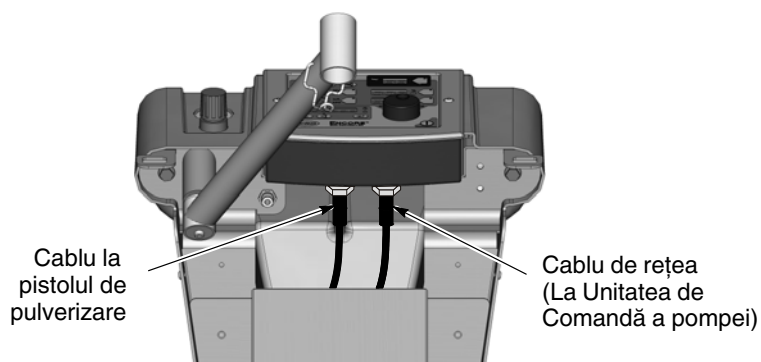

Figura 3-4 Conexiunea cablului pistolului de pulverizare la controlerul sistemului – este prezentat sistemul mobil
1. Sistem mobil: Vezi Figura 3-4. Introduceți cablul pistolului de pulverizare în partea posterioară a turnului șasiului și scoateți-l prin partea frontală superioară. Astfel, utilizatorul va putea strânge cablul într-un mănunchi cu tubulatura pentru aer de jet și pentru spălare cu aer a electrozudului.